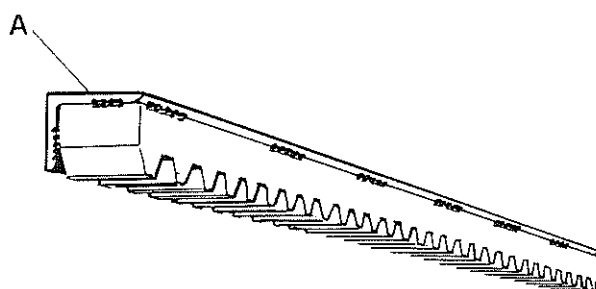

fig. 15
- Saldare la cremagliera ad un angolare A (fig. 15) che serve da spessore ed evita inconvenienti derivanti da possibili curvature del cancello.
- Souder la crémaillère à une cornière A (fig. 15) qui sert d'épaisseur et évite les inconvénients dérivés d'éventuelles cambrures du portail.
- Soldar la cremallera en un ángulo A (fig. 15) que sirve de espesor y evita inconvenientes que derivan por eventuales curvaturas del portón.
- Die Zahnstange an ein Winkelprofil A (abb. 15) schweißen, das als Paßscheibe dient und Störungen verhindert, die auf eventuellen Verbiegungen des Gittertors beruhen.